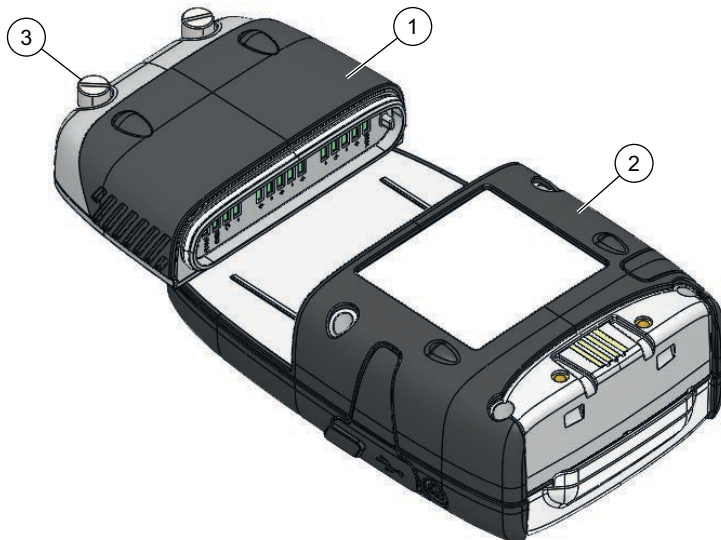

Abbildung 1-5: Installation der IS-Batterie
1. Schieben Sie die Batterie [1] vollständig auf die Unterseite des Instruments [2] siehe Abbildung 1-5.